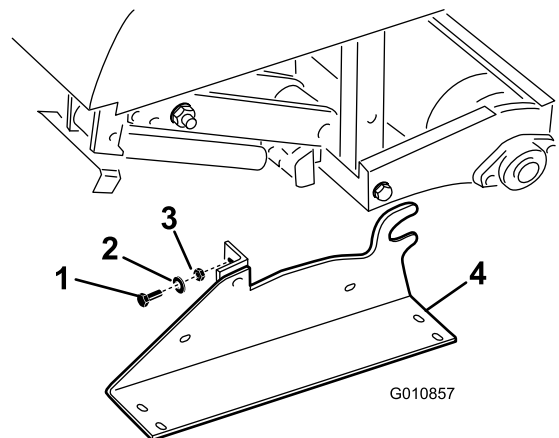

Figura 33
2. Retire los pernos, las arandelas de freno y las tuercas que sujetan los soportes de almacenamiento a cada extremo del aireador (Figura 33).